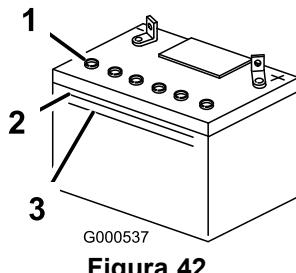

Figura 42
1. Osservate il fianco della batteria. L'elettrolito deve raggiungere la linea **superiore** (Figura 42). Non lasciate scendere l'elettrolito sotto la linea inferiore (Figura 42).
3. Togliete i tappi di spурго dalla batteria (Figura 42).
4. Aggiungete lentamente acqua distillata in ogni elemento della batteria finché l'elettrolito non raggiunge la linea superiore (Figura 42) sulla scatola della batteria.
5. Attendete cinque o dieci minuti dopo avere riempito gli elementi della batteria. All'occorrenza, aggiungete acqua distillata finché l'elettrolito non raggiunge la linea superiore (Figura 42) sulla scatola della batteria.